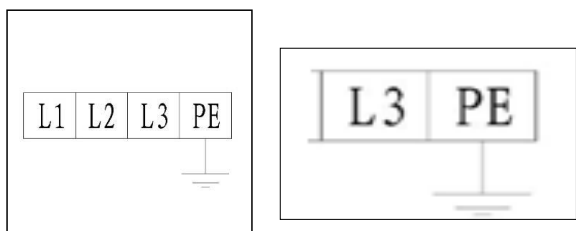

рис. 16
- Подсоединение к электросети: 3-х фазные 5-ти жильные соединительные кабели 400VAC (3 × 2.5mm² + 2 × 1.5mm² провода) подсоединяются к клеммам L1, L2, L3, N и клемма заземления на блоке управления. Провод заземления PE подсоединяется под болтом с отметкой "заземление" первым (рис. 16) и затем подсоединяется под болтом с отметкой заземление двух платформ.